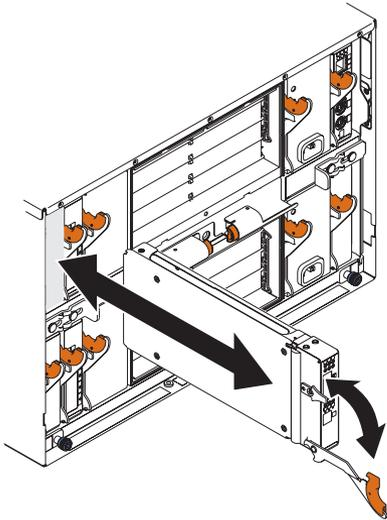

Figura 5. Trava de Liberação do Módulo Chave Fibre Channel
5. Puxe a trava de liberação em direção à parte inferior do módulo de chave, conforme mostrado na Figura 5. O módulo é movido 0,64 cm (0,25 pol) para fora do compartimento.